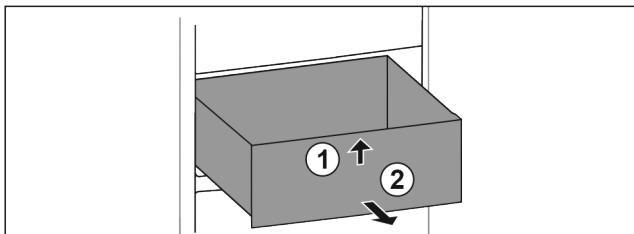

Fig. 54
- Підніміть висувний ящик спереду. Fig. 54 (1)
- Вийняти висувний ящик рухом вперед. Fig. 54 (2)